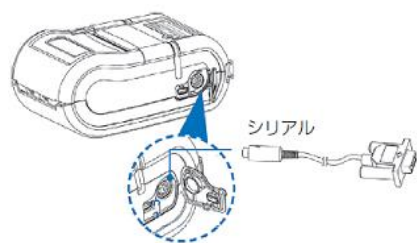

図 1 2
- (1) トラックスケールとプリンタの電源が、OFFになっている事を確認してください。
- (2) 図 1 2 を参考に、電源OFFの状態、シリアルポートカバーを開け、シリアルケーブルのコネクターをシリアルポートにゆっくり差し込んでください。その際、コネクターは『TOP』と記載の面を上向きにしてください。もし、電源ONの状態でシリアルケーブルを接続した場合は、電源をOFFにして、再度電源をONにしてください。
- (3) (2) で取り付けたコネクターと反対側のRS-232C 9ピンコネクター(メス)を、トラックスケール接続ケーブルの9ピンコネクター(オス)と確実に接続してください。
- (4) 2 台のトラックスケールの充電キャップを取り外してください。
- (5) (3) で取り付けたプリンタに1 番近いトラックスケール接続ケーブルのコネクターを、# 1 のステッカーを貼り付けたトラックスケールの充電コネクターに溝を合わせて、時計回転方向に回して接続してください。
- (6) 2 番目に近いトラックスケール接続ケーブルのコネクターを、# 2 のステッカーを貼り付けたトラックスケールの充電コネクターに接続してください。